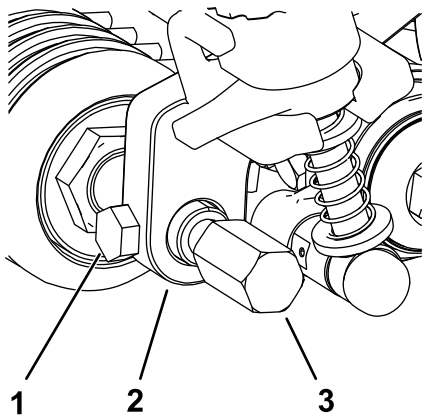

图 24
6. 将前滚筒轴插入到剪草高度支架之间的中心位置用从旧的剪草高度支架上卸下的 2 个安装螺丝固定图 24。
7. 将疏草刀防护装置装到前滚筒轴的任何一侧图 24。